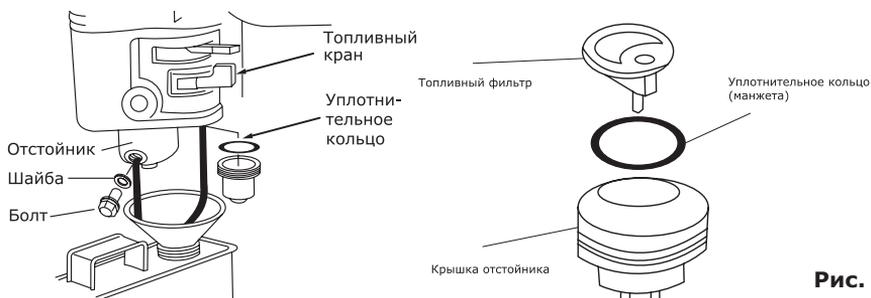

Рис. 32
- Очистите или продуйте сжатым воздухом и установите обратно фильтр и манжету (рис. 32);